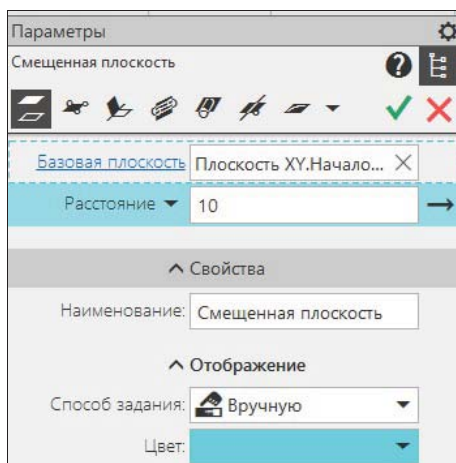

Рис. 19.24. Панель Параметры: Смещенная плоскость
- ◆ укажите базовую плоскость в **Дереве модели** или в **Графической области**. На панели **Параметры: Смещенная плоскость** (рис. 19.24) в окне **Базовая плоскость** появится объект **Плоскость XY**. В поле **Расстояние** введите значение 5. Нажмите кнопку **Создать объект** — в **Дереве модели** появится элемент **Смещенная плоскость:1**, а в графической области вспомогательная плоскость голубого цвета;